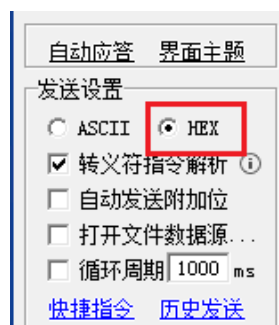

图 1-33 设置发送格式为 hex 码格式
7. 发送设置中数据类型设置为 hex 格式，如下图 1-33 所示。